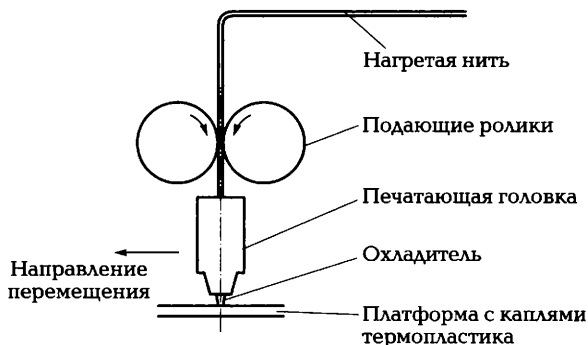

Рис. 7.13. Схема трехмерного струйного принтера
*Струйная лазерная трехмерная печать (Fused Deposition Modeling — FDM)* разработана в 1988 г. Скоттом Крампом и основана на том, что печатающая головка выдавливает на охлаждаемую платформу-основу капли разогретого термопластика (в качестве материала может использоваться практически любой промышленный термопластик), как показано на рис. 7.13. Капли быстро застывают и слипаются друг с другом, формируя слои будущего объекта, поскольку печать также ведется послойно. Технология FDM позволяет с достаточно высокой точностью (минимальная толщина слоя 0,12 мм) изготавливать полностью готовые к использованию детали довольно большого размера (до 600×600×500 мм). Ведущим производителем FDM-принтеров является компания Stratasys.